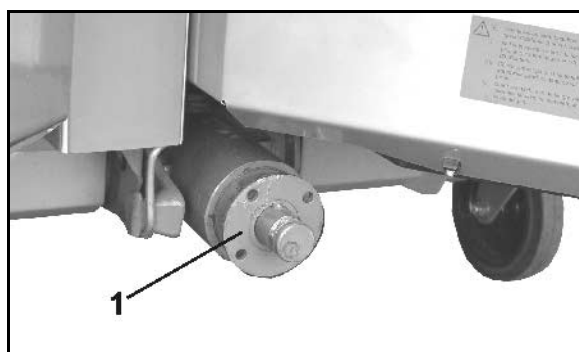

Рис. 34
1. Снимите втулку с фланцем (Рис. 34/1) с помощью съемника с первичного вала редуктора.